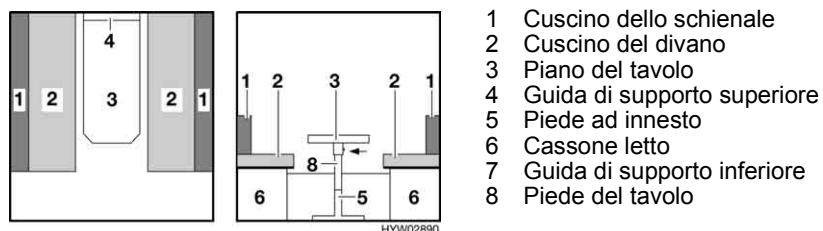

Fig. 57 Prima della trasformazione
- Sistemare i cuscini del divano (Fig. 57,2).
- Sollevare leggermente il piano del tavolo in avanti (Fig. 57,3).
- Dal piede del tavolo estrarre verso il basso il piede ad innesto (Fig. 57,5) e riporlo.
- Sbloccare il piede del tavolo (Fig. 57,8) dall'elemento di fissaggio e ribartarlo verso l'alto sul lato inferiore del tavolo.